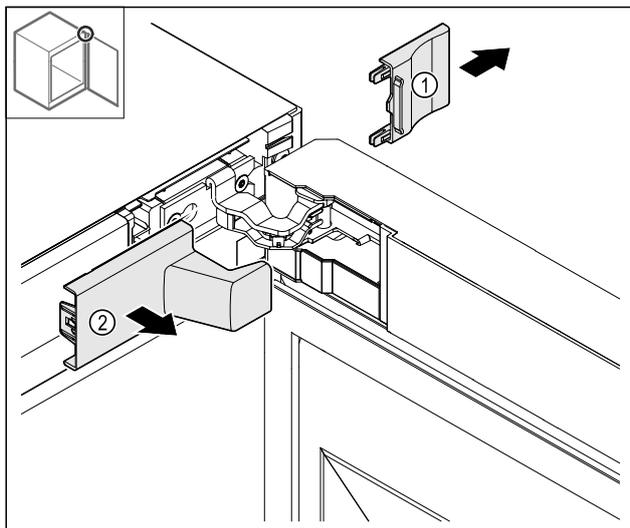

Fig. 15
- ▶ Noņemiet pārsegu Fig. 15 (1) un tad Fig. 15 (2).